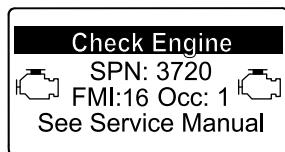

Figure 75
- Avertissement moteurSPN 3720, FMI 16 (Figure 75)